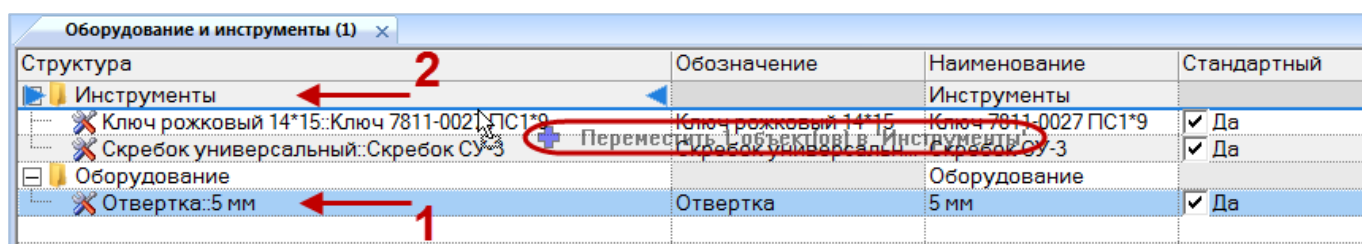

Рис. 9-79 – Перемещение оборудования или инструмента в другую папку справочника
- 2) Выбрать оборудование или инструмент в дереве справочника (1 на рис. 9-79). Для выделения нескольких объектов используются клавиши CTRL и SHIFT.
- 3) Удерживая нажатой левую кнопку мыши, переместить выделенное оборудование или инструмент к другой папке справочника (2 на рис. 9-79). Необходимо чтобы папка справочника была выделена в колонке «Структура» стрелками ▶ и ◀.